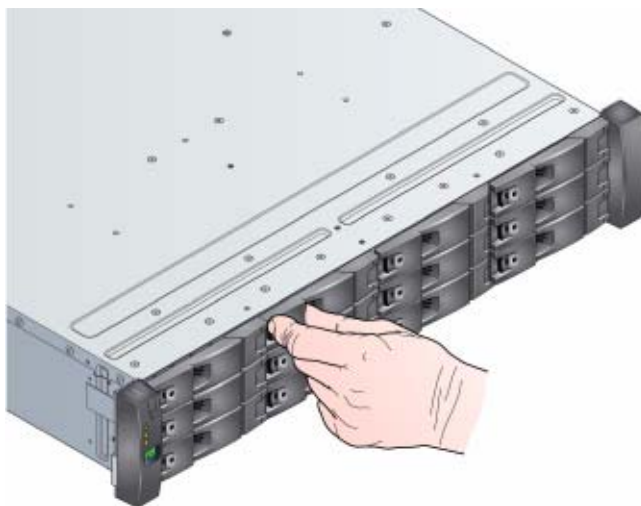
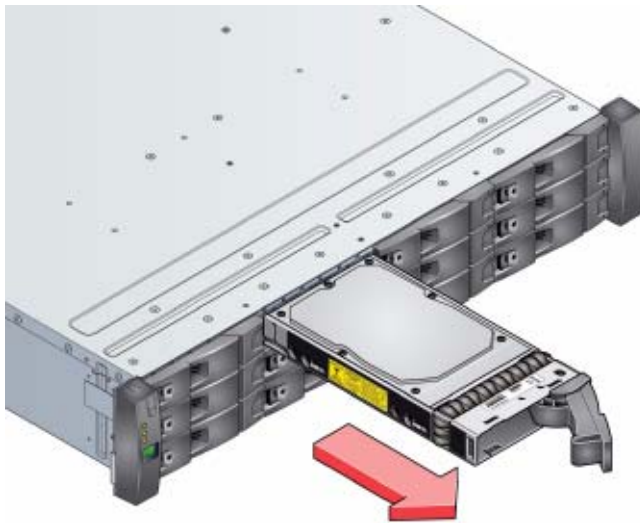

図3-9 ドライブキャリアモジュールの取り外し
図3-10 ドライブキャリアモジュールの取り外し
3. ハンドルラッチを押し、ハンドルを右に倒してドライブキャリアモジュールのハンドルを解放します。（図3-9、図3-10参照）